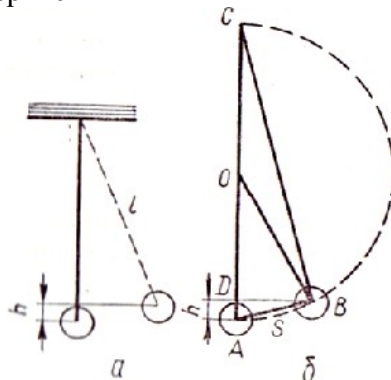

рис.2
5. Высоту подъема шара определите по максимальному отклонению s от положения равновесия (см. рис.2).